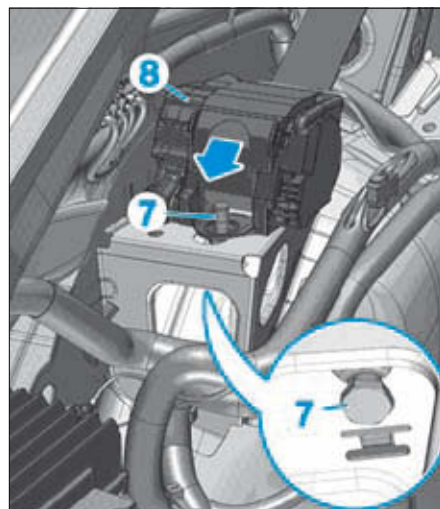

FIG. 32
- Desserrer la vis (7) du prétensionneur arrière (8) (Fig.32).